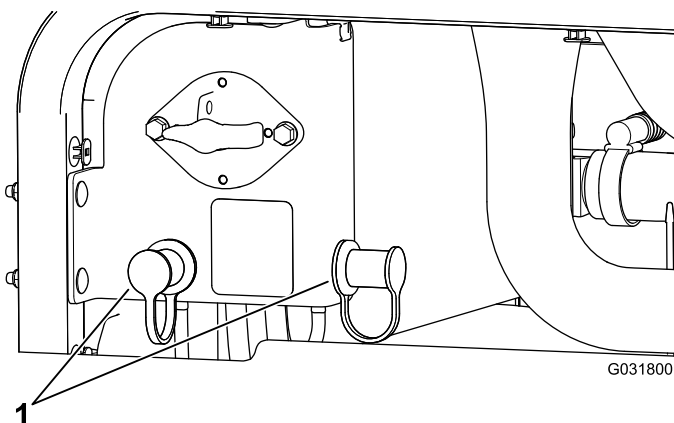

Figura 97
3. Togliete i coperchi dai poli di avviamento (Figura 97).
- Togliete i coperchi dai poli di avviamento (Figura 97).